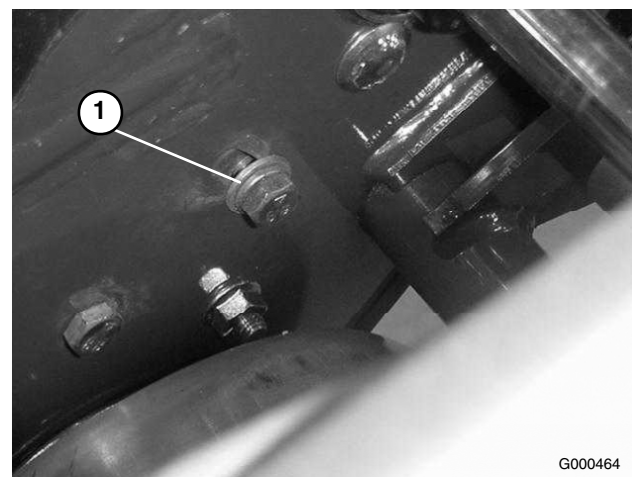

Figure 40
A. Sur l'arrière de la plaque latérale, desserrez la vis de fixation de la patte de montage de la poulie de tension à la plaque latérale (Figure 40).